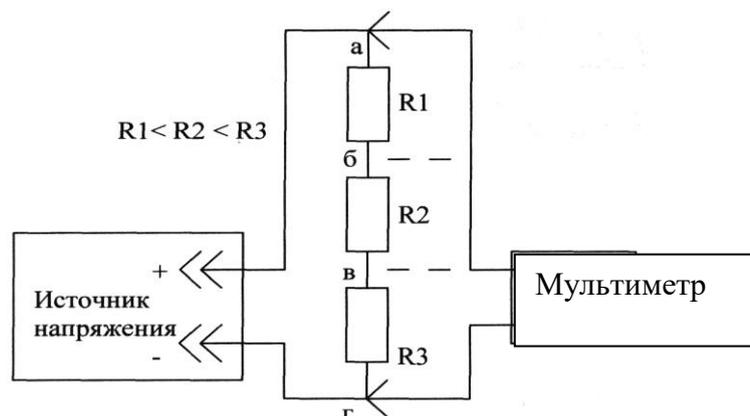

Рис. 1.
2.2. Собрать схему рис. 1. Дать ее на проверку преподавателю.